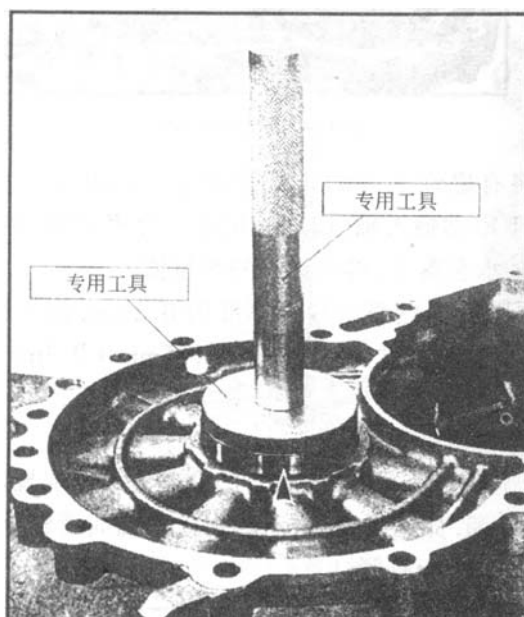

图 4-68 调整输出轴 (六)
②在差速器壳的相应位置处, 也压入差速器轴承外圈, 如图 4-68 所示。